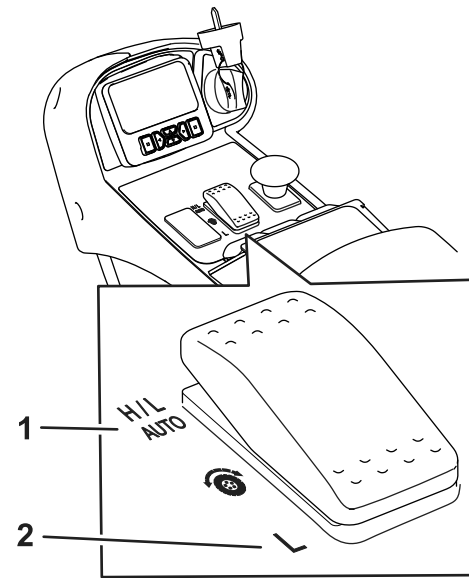

Figura 29
(Figura 29). Esta posição permite que a máquina mude automaticamente entre as gamas baixa e alta, dependendo se a máquina está a ser utilizada para cortar ou transportar.
- Quando seleciona a posição BAIXO no interruptor de gama de velocidades (Figura 29), a máquina opera sempre na gama de velocidade baixa. Esta definição é preferível para funcionamento numa área de oficina, carregando ou descarregando de um atrelado, subir inclinações acentuadas ou em qualquer outro funcionamento em que não se desejam as velocidades de tração altas da gama de velocidade alta.
Esta máquina está equipada com duas gamas de velocidade de tração; baixa e alta. O interruptor de gama de velocidades permite-lhe selecionar as seguintes posições (Figura 29):